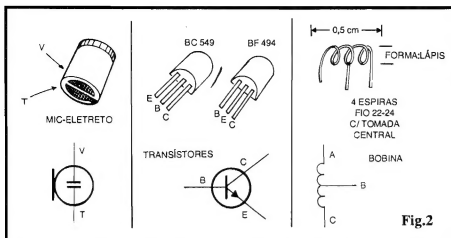

Fig.2
- FIG. 2 - ALGUNS DOS COMPONENTES PRINCIPAIS, DETALHADOS... - Os dois transistores utilizados (BC549 e BF494) são mostrados, em aparência, pinagem e símbolo, para que o Leitor/Hobbysta (principalmente o iniciante...) não se atrapalhe na hora de identificar os terminais, já que, embora idênticos no seu formato geral, os ditos componentes apresentam **ordem** diferente de "pernas", conforme se vê na figura... O microfone de eletreto também é visto com detalhes, claramente identificados seus terminando "vivo" (V) e de "terra" (T), representados por pequenas áreas estanhadas na base do componente... Finalmente, são vistos os detalhes construcionais da bobininha, que deve ser feita pelo Leitor/Hobbysta, enrolando sobre um lápis comum (que servirá de forma provisória, devendo ser removido depois...) 4 espiras de fio de cobre esmaltado 22 ou 24 (AWG), deixando-se nas extremidades cerca de 1 a 1,5 cm. de "sobra", para as conexões, e introduzindo-se uma tomada central na dita bobininha... Notar que as extremidades de ligação devem ter seu esmalte isolante devidamente raspado para que as ligações elétricas soldadas possam ser feitas e, além disso, na própria colocação da tomada central, exige-se uma pequena "decapagem" (remoção do esmalte, por raspagem...) no ponto,